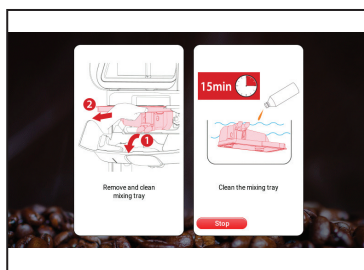

図6
5. ディスプレイに「クーラーボックスを清掃し、決定を押して確認してください」と表示されたら、「決定」を押して確認します。ディスプレイに次のように表示されます。「ミキシングトレイを取り外して清掃してください」 (図6を参照)。ディスプレイに表示されるトレイのクリーニング手順に従ってください。